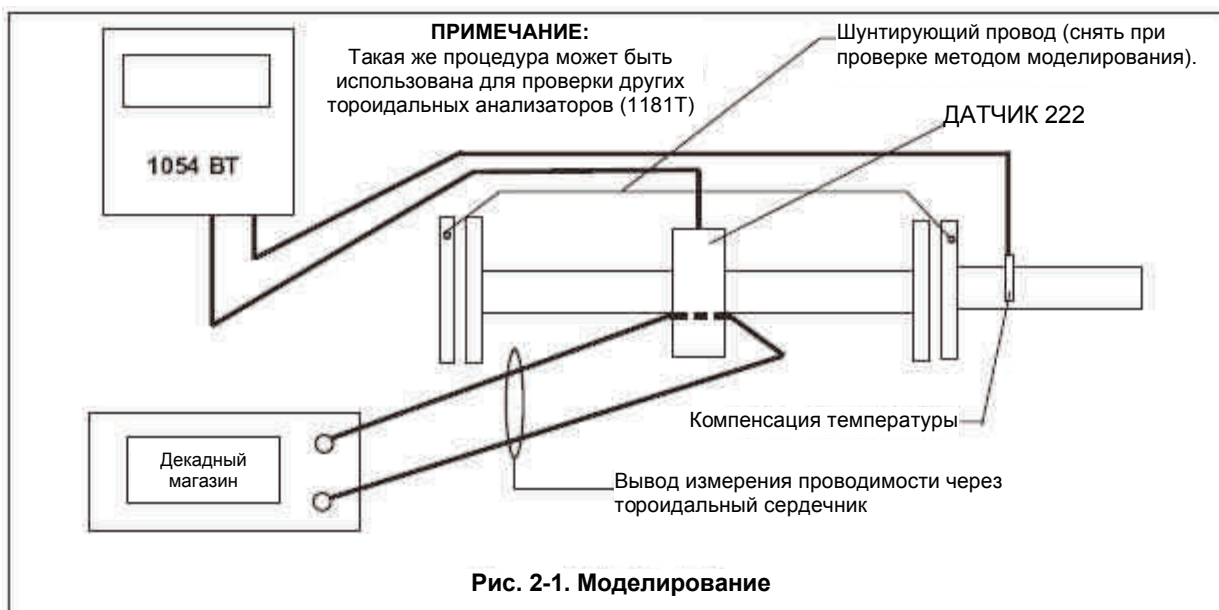

Рис. 2-1. Моделирование
1. См. подготовку сенсора к моделированию, представленную на рис. 2-1.